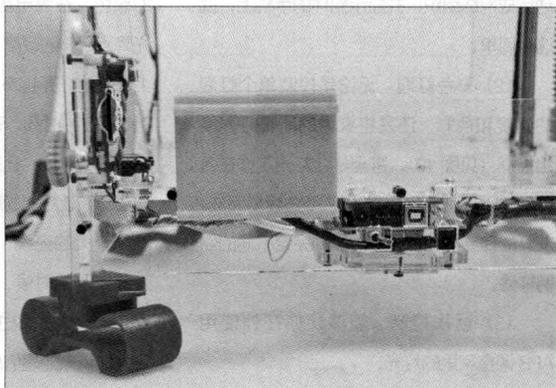

图2 电源总接口以及SD卡接口
首先，我们先测绘出支架所需的尺寸，然后再用PROE三维建模软件创建出支架的基本模型，如图2所示。
■ 图2 用PROE三维建模软件创建出支架的基本模型